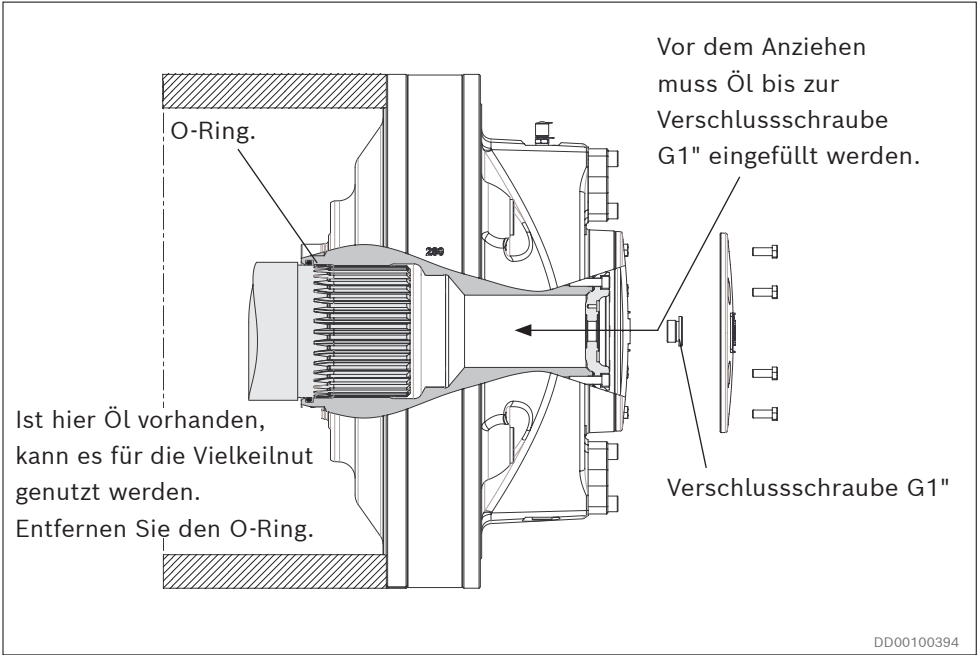

Bild 44: Motor mit Flanschmontage, waagrechte Welle
- 2. Füllen Sie Hydrauliköl bis zum Gewinde G1" auf. Siehe *Bild 44.* Ölvolumen, siehe *Tabelle 17.*